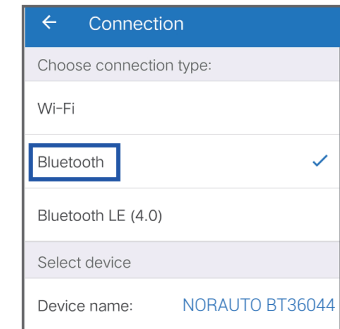

Figure 2
- Pour Android : accédez aux réglages du téléphone pour connecter le Bluetooth, puis dans l'application, sélectionnez « Bluetooth » pour le type de connexion. Voir Figure 2.